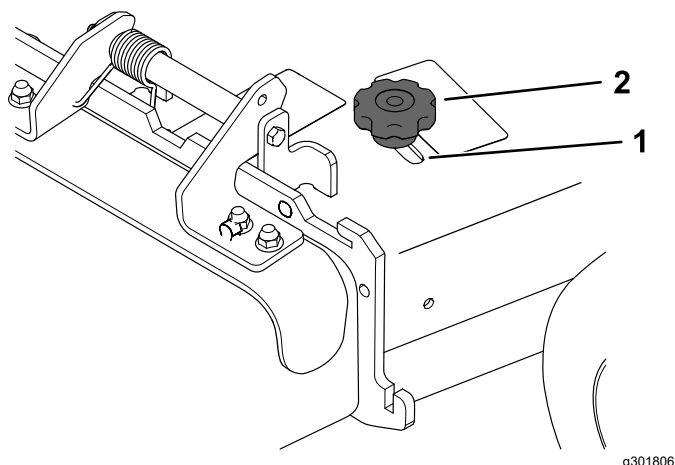

Figure 23
- Pour régler le déflecteur, desserrez le bouton (Figure 23).